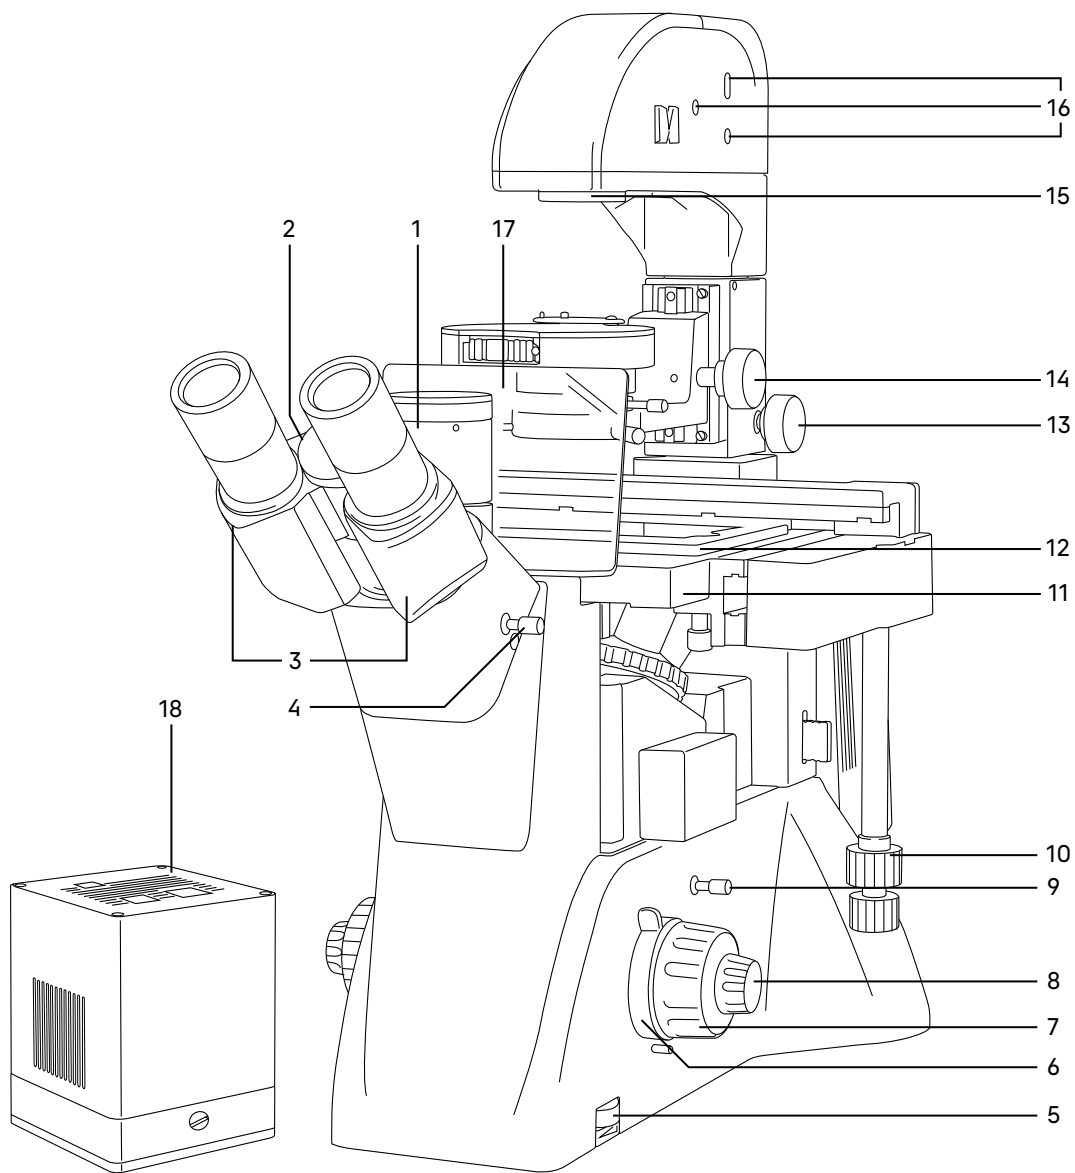

Рис. 2. Микроскоп MAGUS Lum VD500. Вид справа
- предметный столик 11 (рис. 2);
- визуальная насадка 3 (рис. 2);
На правой боковой поверхности штатива расположен диск 5 (рис. 2) для регулировки напряжения питания источника света.
Рукоятка блокировки грубой фокусировки 6 (рис. 2) расположена с правой стороны. После завершения грубой фокусировки рекомендуется перевести рычаг в крайнее положение в направлении по часовой стрелке. Таким образом закрепится положение грубой фокусировки для быстрой рефокусировки после смены препарата. Цена деления тонкой фокусировки – 2 мкм.
Тринокулярная визуальная насадка обеспечивает визуальное наблюдение изображения объекта. Насадка закреплена на штативе 3 (рис. 1). В гнездо насадки устанавливается блок окулярных тубусов и закрепляется винтом. При установке повернуть тубусы 3 (рис. 2) вверх или вниз для удобства наблюдения в зависимости от роста пользователя.
Изменение межзрачкового расстояния в насадке осуществляется разворотом окулярных тубусов 2 (рис. 2) в пределах 48–75 мм. Значение расстояния, установленного в соответствии с глазной базой наблюдателя, отсчитывается по шкале 2 (рис. 2) на насадке.
В вертикальный тубус 1 (рис. 2) корпуса визуальной насадки (канал визуализации) с помощью переходника C-mount 19 (рис. 1) устанавливается система визуализации с монитором. Переключение светового потока на вертикальный тубус производится рукояткой 4 (рис. 2). Рукоятка имеет два положения: 100/0 и 50/50.
Осветитель 17 (рис. 1) неподвижно закреплен на штативе микроскопа. Источник света – галогенная лампа 12 В/30 Вт юстируется относительно оптической оси и линзы коллектора тремя винтами 16 (рис. 2). В осветителе закреплен коллектор с полевой диафрагмой, которая регулируется в зависимости от увеличения объектива, введенного в оптическую ось.
Важная часть осветительной системы – конденсорное устройство. Кронштейн конденсора 16 (рис. 1) закреплен на штативе. Перемещение осуществляется ручкой 14 (рис. 2). В кронштейн установлено конденсорное устройство 18 (рис. 1). Тип крепления «под винт». Конденсор может быть использован для наблюдения по методу светлого поля и фазового контраста. Во вращающемся диске находятся кольцевые диафрагмы для работы с фазовыми объективами 10x, 20x, 40x и свободное отверстие для пропускания всего пучка света. Смена кольцевых диафрагм производится вращением диска за накатанную часть до фиксации. В окне кожуха конденсора появляется цифра, соответствующая увеличению применяемого фазового объектива, цифра «0» соответствует свободному отверстию. Под вращающимся диском расположена ирисовая диафрагма, которая позволяет настроить определенную апертуру для работы с объективами светлого поля. Для достижения большей контрастности можно воспользоваться светофильтрами, входящими в комплект микроскопа. Светофильтры устанавливаются в откидную оправу конденсора.
При работе с высокой посудой конденсорное устройство можно вывести из оптической оси. Ручка 13 (рис. 2) служит для фиксации устройства.
Предметный столик 11 (рис. 2) закреплен неподвижно на штативе. К столику прикреплено устройство, которое обеспечивает перемещение объекта в двух взаимно перпендикулярных направлениях. Перемещение осуществляется с помощью рукояток 10 (рис. 2), расположенных на одной оси.